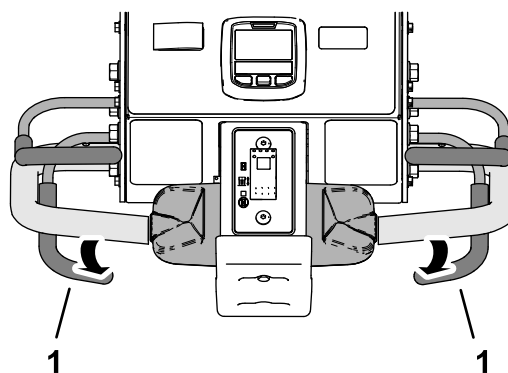

Figura 92
- Quando la ruota anteriore raggiunge il perimetro dell'area di arieggiatura, rilasciate la barra di arieggiatura (Figura 92).